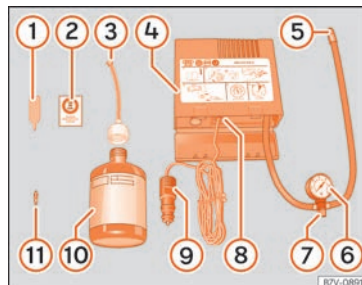

Fig.100 Representación estándar: contenido del kit antipinchazos.
» **fig. 100:**
Vuelva a enroscar el tubo de inflado » » fig. 100 ⑤ y compruebe la presión en el manómetro ⑥.